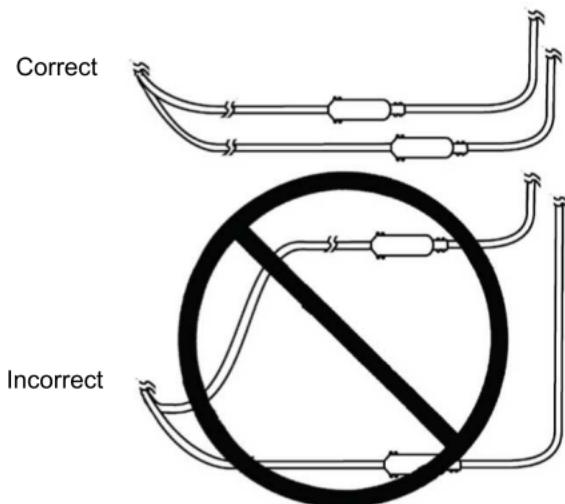

Figure 9. Trajet des électrodes-extensions multiples.
- Lorsque deux électrodes sont implantées, tunnelizez les électrodes-extensions de manière à minimiser l'espace entre elles (Figure 9). Si les électrodes-extensions forment une boucle, le risque d'interférences électromagnétiques (IEM) augmente.